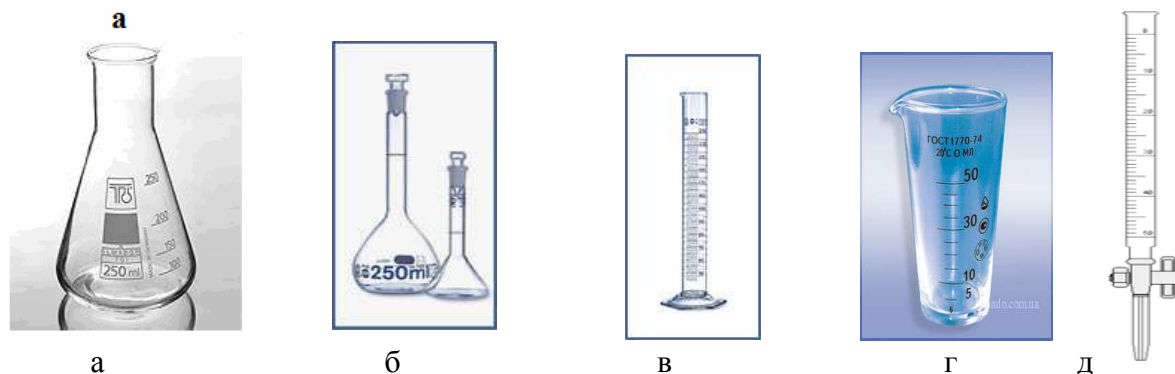

Рисунок 1 – Мірний скляний посуд:
В хімічних лабораторіях найбільш поширене застосування має мірний скляний посуд (мірні конічні колби, бюретки, піпетки, мірні циліндри, стакани й мензурки тощо), який має певні функції та особливості в роботі (рис. 1).
*Конічні колби* (рис. 1,а) – плоскодонні колби місткістю 200–500 мл. Використовують для проведення реакцій.
*Мірні колби* (рис. 1,б) – плоскодонні колби з подовженим, вузьким горлом, на яке нанесена кругова позначка. Об'єм розчину до кругової позначки визначає місткість мірної колби. На практиці використовують мірні колби місткістю 50, 100, 250, 500, 1000 мл. Мірні колби застосовують для приготування розчинів точної концентрації з фіксаналів або за точною наважкою речовини, а також для розведення розчинів.
*Мірні градуйовані циліндри* (рис. 1,в) й *мензурки* (рис. 1,г) використовуються для грубого відмірювання об'єму рідини, існують різної ємкості: 5, 10, 25, 50, 100, 150, 250, 500, 1000 мл.
*Бюретки* (рис. 1,д) – градуйовані скляні трубки, що мають однаковий діаметр по всій довжині. Вони закріплюються вертикально на лабораторному штативі. В нижній частині бюретки мають скляний кран або гумову трубку зі скляною кулькою (або затискувачем), які з'єднані зі скляним капіляром для витоку розчину. Бюретки призначені для титрування або для вимірювання невеликих об'ємів розчинів у серійних аналізах.